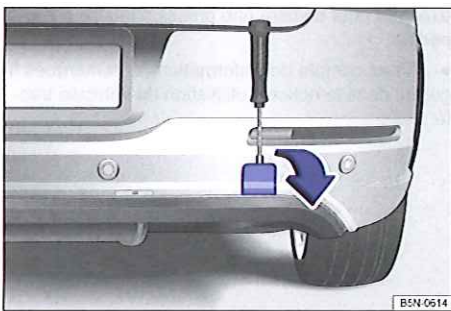

Fig. 249 Pare-chocs arrière droit : cache du logement de l'œillet de remorquage.
Le logement prévu pour l'œillet de remorquage à visser se trouve dans le pare-chocs R-Line côté arrière droit, derrière un cache \Rightarrow fig. 249. Sur les véhicules avec dispositif d'attelage de première monte il n'existe pas, derrière le cache, de fixation destinée à l'œillet de remorquage à visser. La boule d'attelage doit être montée et utilisée pour le remorquage \Rightarrow page 160, \Rightarrow ❶.